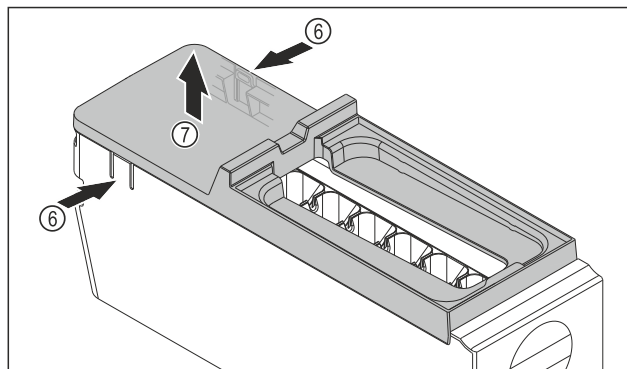

Fig. 75
- ▶ Retirez le couvercle du corps de l'EasyTwist-Ice : d'une main, poussez les languettes Fig. 75 (6) des deux côtés du corps de l'EasyTwist-Ice.
- ▶ De l'autre main, retirez le couvercle Fig. 75 (7) vers le haut.